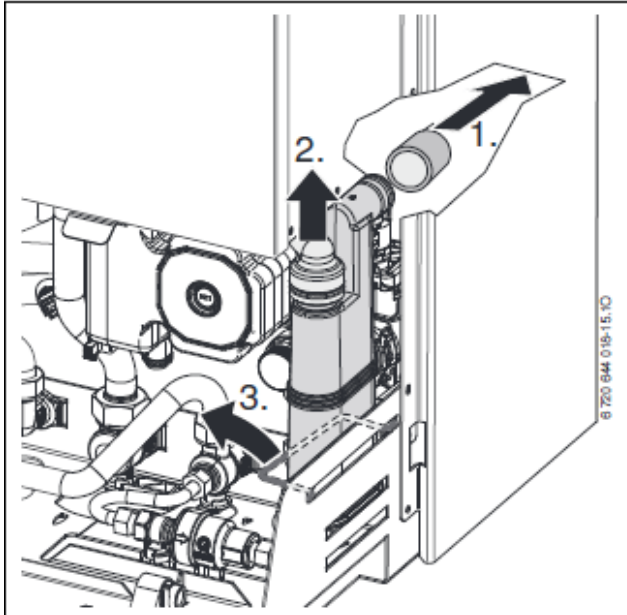

Bild 55
- ▶ Kondensatsiphon ausbauen (→ Bild 55) und geeignetes Gefäß unterstellen.